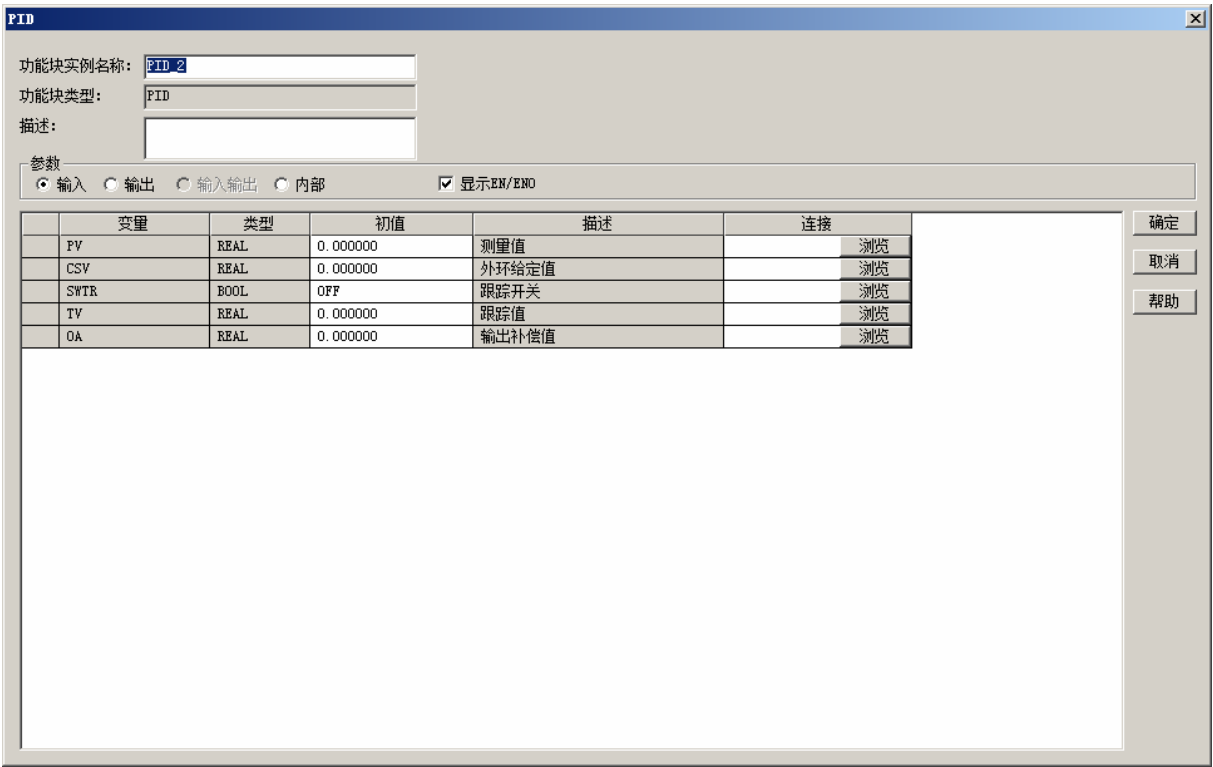

图 15-3 PID设置界面
2. 双击PID功能块，打开功能块属性设置界面，如图 15-3所示，在参数项中选择“内部”参数。